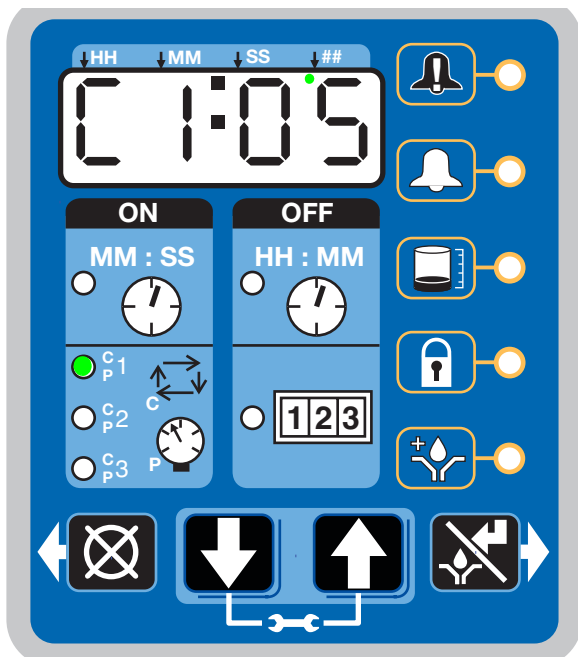

FIG. 43
- Il display indica il sensore (C1, C2, C3) e i cicli rimanenti per questo sensore (FIG. 43).
L'esempio visualizzato in FIG. 43 mostra il sensore C1 con 5 cicli rimanenti.